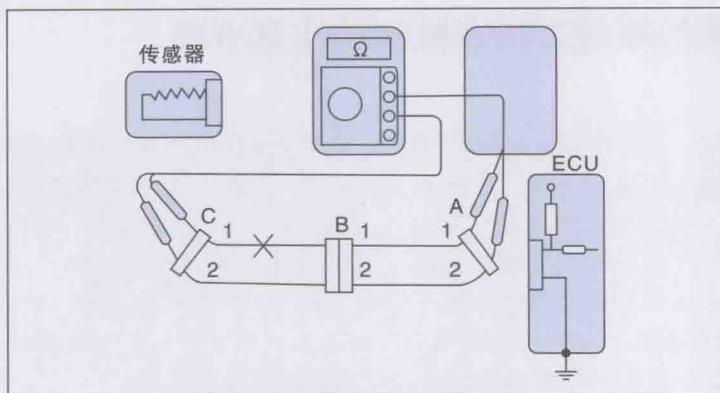

图1-3 检查配线是否导通
(1) 脱开连接器B和C，测量它们之间的电阻值(图1-3)。若连接器A端子1与连接器C端子1之间的电阻值为 $\infty$ ，则它们之间不导通(断路)；若连接器A端子2与连接器C端子2之间的电阻值为 $0\Omega$ ，则它们之间导通(无断路)。